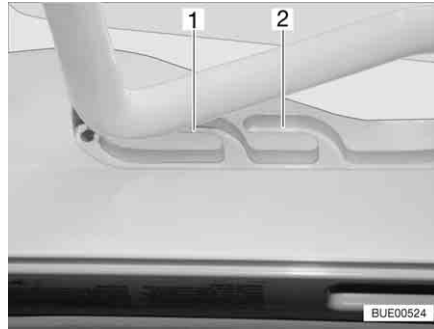
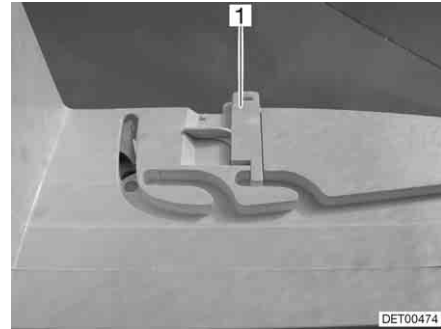

Fig. 67 Lanterneau Heki en position de ventilation
Fig. 68 Verrouillage position de ventilation
Il est possible d'amener le lanterneau Heki en deux positions de ventilation : Position pour mauvais temps (Fig. 67,1) et position intermédiaire (Fig. 67,2). Suivant le modèle, il est possible de verrouiller le lanterneau en position intermédiaire avec le verrou (Fig. 68,1).
- Pousser légèrement l'étrier vers le haut, le pousser dans la glissière choisie (Fig. 67,1 ou 2) et le verrouiller si nécessaire.